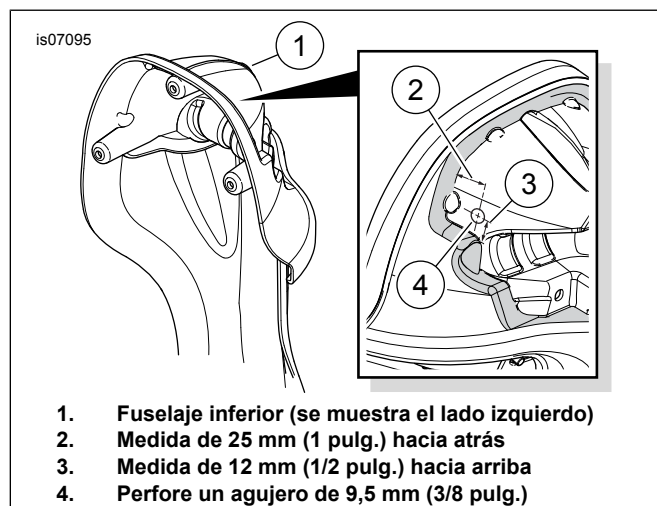

Figura 4. Perforación de un agujero para cable de altavoz en el fuselaje inferior
- a. Quite la guantera, la compuerta y el sujetador (F) del fuselaje inferior (E) de acuerdo con las instrucciones de desarmado en el Manual de servicio. Guarde los tornillos (J).
- b. Quite la compuerta de ventilación (H) de la guantera, tomando nota del orden y orientación de las piezas de sujeción.
- c. Instale la puerta de ventilación en la **nueva** caja del altavoz (4) de **este** kit con las piezas conexas en el mismo orden y orientación que las que se quitaron. Apriete la tuerca de seguridad (I) de acuerdo con las instrucciones en el Manual de servicio.
2. Sujete la caja del altavoz al fuselaje inferior con los tres tornillos (J) que se extrajeron en el paso 1a. Apriete los tornillos a 2,3–2,8 N·m (20–25 in-lbs).
3. Vea Figura 4. En la parte superior del fuselaje (1), mida una distancia de aproximadamente 25 mm (1.0 in) hacia atrás (2) y 12 mm (0.5 in) hacia arriba (3) desde los rebordes de acoplamiento de la tapa del fuselaje inferior (zona sombreada), y perforo un agujero de 9,5 mm (3/8 in) (4) en el lado interior de la pared de la guantera y en la caja del altavoz. Vea Figura 10. Instale una arandela aislante (8) dentro del agujero de la pared de la guantera.
4. Desde el interior, pase los cables terminados de un arnés de altavoz para fuselaje inferior (6) a través de la abertura grande en la superficie delantera de la caja del altavoz, y a través de la arandela aislante situada en la pared de la guantera.